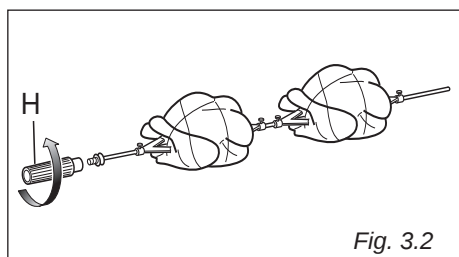

Fig. 3.2
- Colocar a carne a assar no espeto, tendo o cuidado de a colocar centrada no espeto com os garfos laterais (fig. 3.2).
- Retire a pega “H” rodando-a para a esquerda (fig. 3.2).